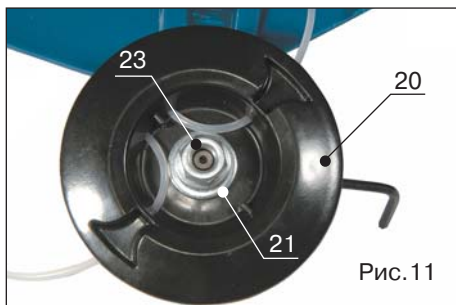
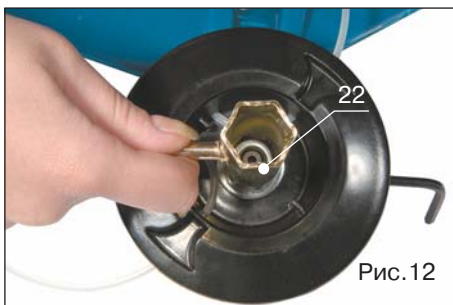

Рис.11
Рис.12
- Уложите катушку с леской (поз.20, рис.11), а затем на неё прижимную шайбу (поз.21, рис.11)
- Затяните с помощью специального ключа (поз.22, рис.12) фиксирующую гайку (поз.23, рис.11) (левая резьба!)